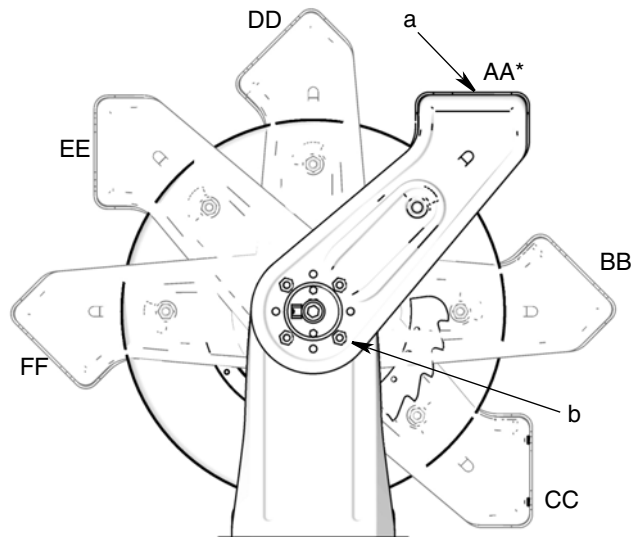

FIG. 3
3. Determine la posición deseada del brazo de soporte del rodillo (a) (FIG. 3).
- El carrete del cable se ensambla en fábrica y se envía con el brazo de soporte del rodillo (a) en la posición AA\* (FIG. 3). Si desea esa posición, omita el paso 4.
4. Para colocar el brazo de soporte del rodillo en una posición distinta a la posición de envío (AA):